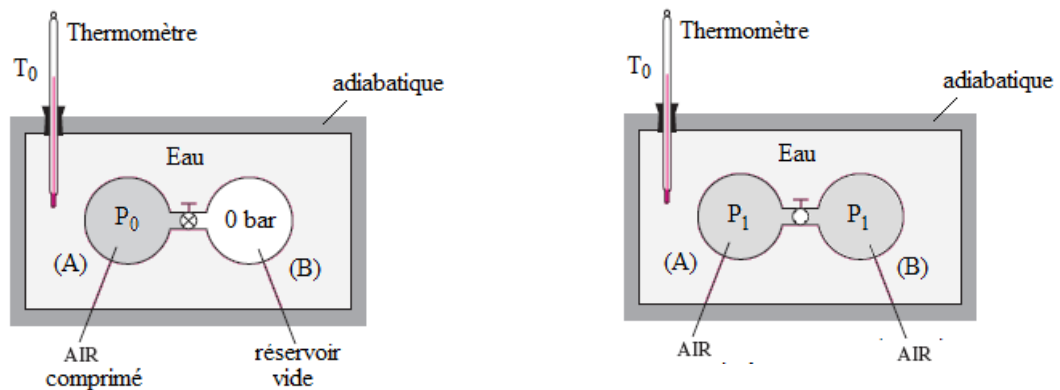

Figure 3.4 : Expérience de Joule
**Expérience de Joule :** Joule dans son expérience (Fig. 3.4) considère deux réservoirs (plongés dans un bain d'eau à  $T_0$ ) reliés entre eux par un robinet fermé. Dans le réservoir (A) il place une quantité d'air comprimé à  $P_0$  (gaz parfait) et dans l'autre (B) il crée le vide ( $P = 0$  bar). Lorsqu'il ouvre le robinet, l'air passe dans (B) et se détend : la pression de l'air a diminuée ( $P_1 < P_0$ ) et le volume qu'il occupe a augmenté ( $V_1 > V_0$ ).